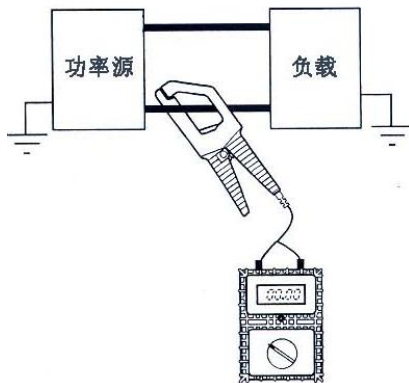

图8 使用夹钳式电流探头的基本操作
测试步骤：①把电流探头连接到仪器上；②选择仪器的功能和量程；③在单根导线上夹持探头；④读仪器上的测试值；⑤按照探头的转换比，换算成实际电流值。具体连接见图 8。以 PAC12 一种直流电流探头为例：采用霍尔效应传感器，转换比为 1mV DC/A DC，万用表设置为 200mV 直流电压档，其读数为 160mV 直流，则导体上的测量电流为 160A 直流（ $160\text{mV} \times 1000\text{A/mV}$ ）